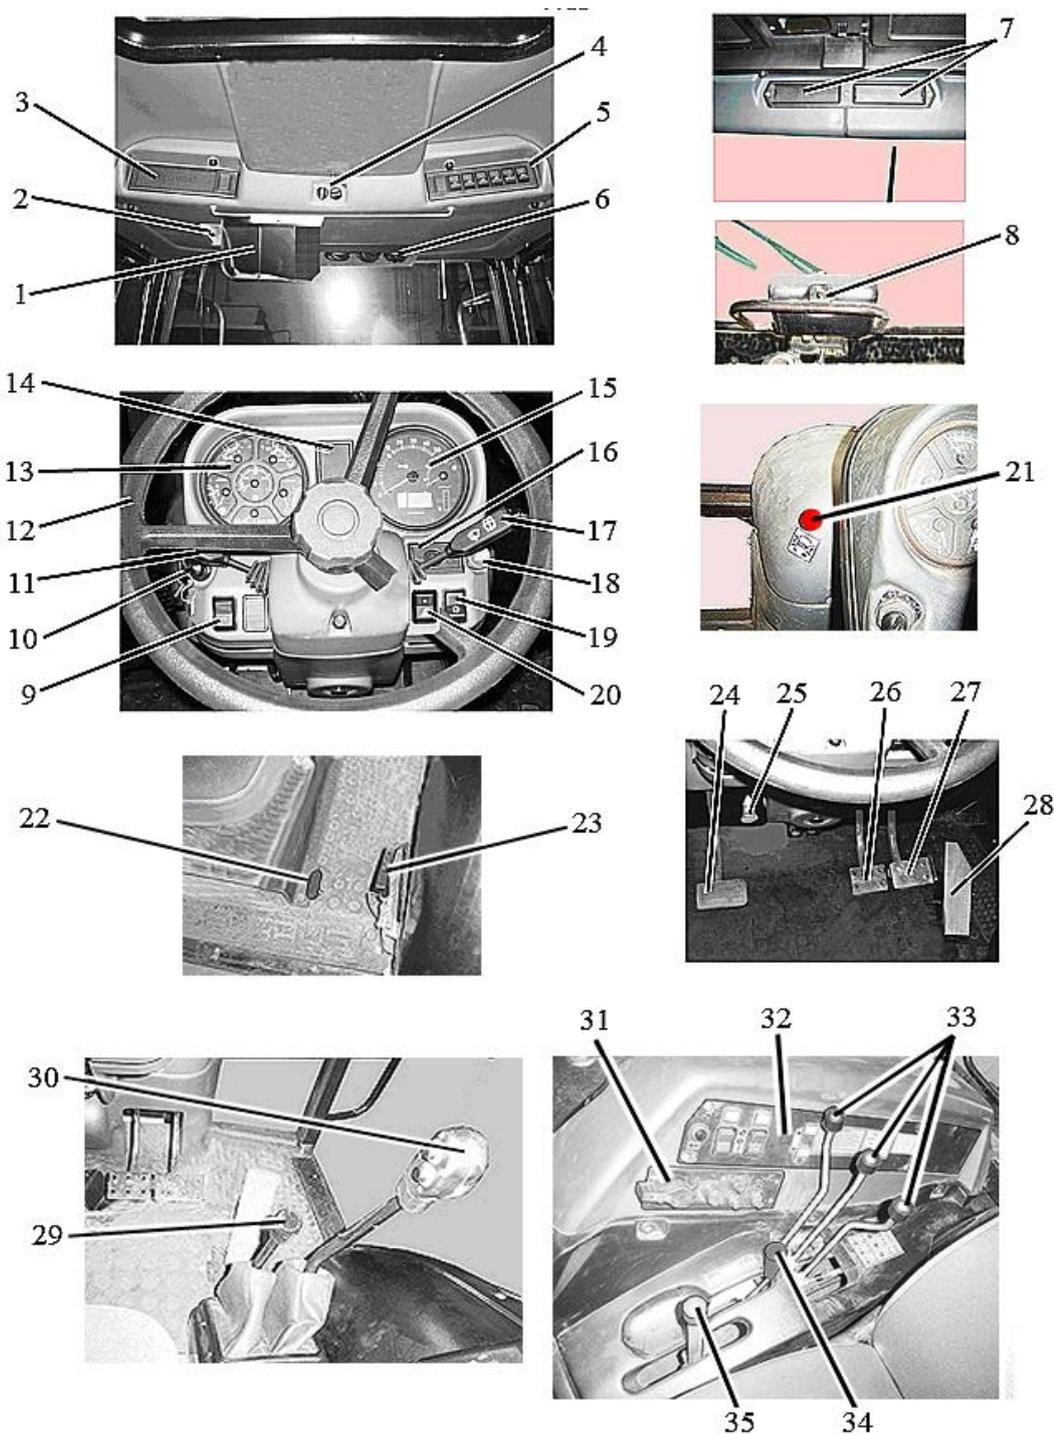
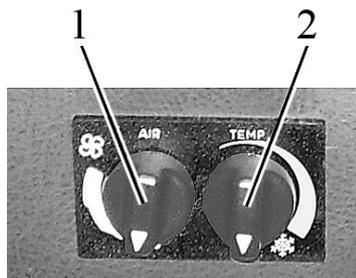

Рисунок 2.11.–
Рис. 2.18 – Пульт управления кондиционером
При работе самоходного шасси тумблер выключателя 8 (рисунок 2.11) должен находиться во включенном положении (т.е. в верхнем положении).
На пульте управления кондиционером 4 (рисунок 2.11) находятся переключатели 1 и 2 (рисунок 2.18).
- повернуть выключатель 2 (рисунок 2.18) по часовой стрелке на 180° до начала шкалы голубого цвета;
- рециркуляционными заслонками 7 (рисунок 2.11), если они установлены можно регулировать смесь наружного и рециркуляционного воздуха;
Для выключения кондиционера необходимо оба выключателя 1 и 2 (рисунок 2.18) повернуть против часовой стрелки в положение «0».
При работе в режиме отопления выключатель 2 (рисунок 2.18) должен быть полностью выключен, чтобы исключить одновременную работу систем охлаждения и отопления воздуха!